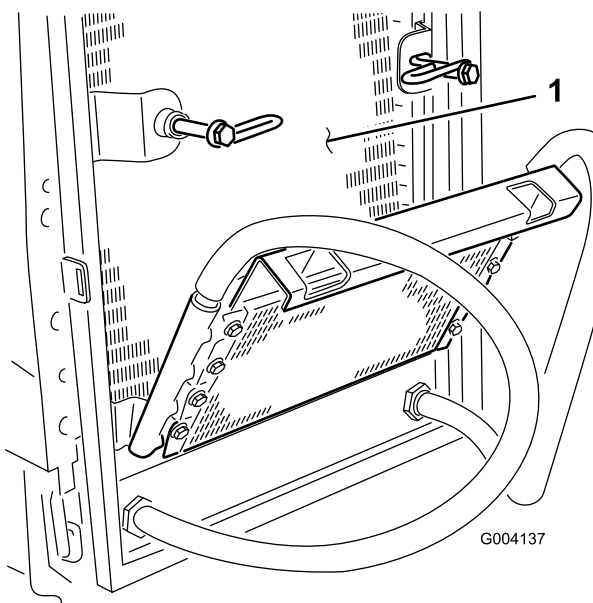

Figure 50
6. Nettoyez soigneusement les deux côtés du refroidisseur d'huile et du radiateur (Figure 50) à l'air comprimé.